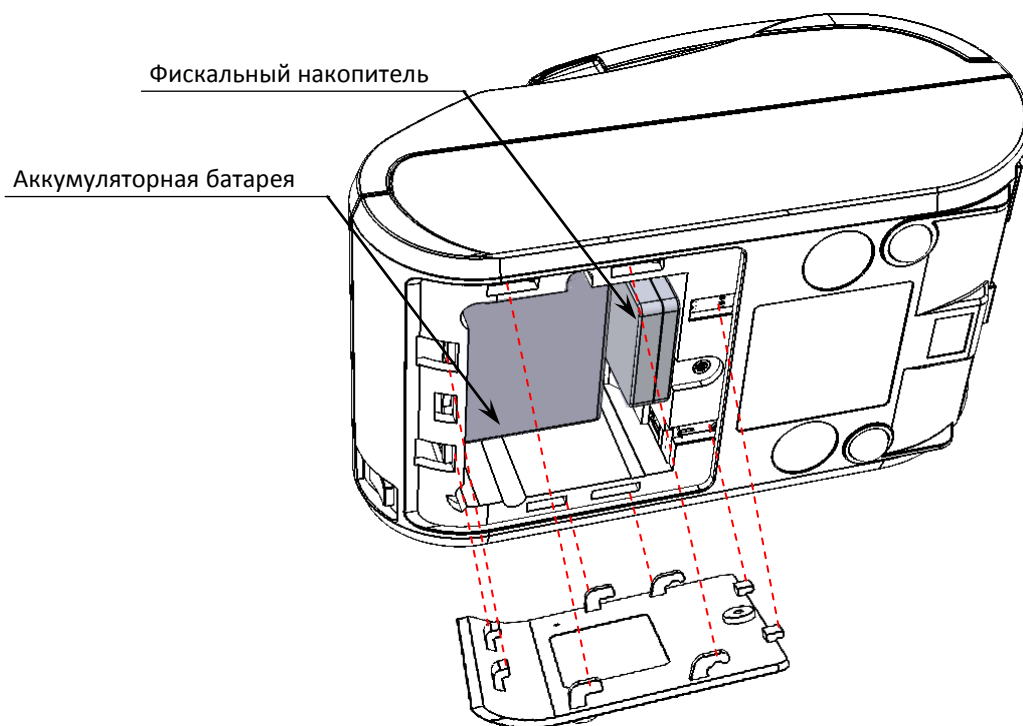

Рисунок 7. Отделить крышку от нижней части корпуса, освободив фиксаторы
4. Установить новый экземпляр ФН на место старого (ФН крепится к внутренней поверхности отсека на двухсторонний скотч на вспененной основе, смотрите рисунок 7).